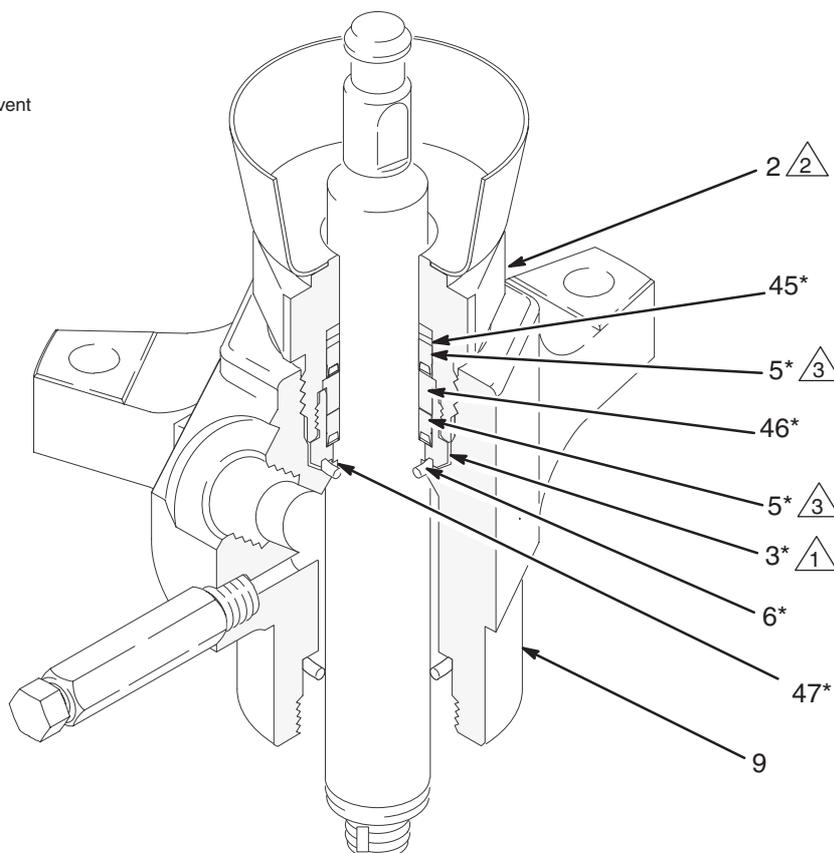

Fig. 3
2. Voir Fig. 3. Dévisser l'écrou (2) en utilisant une clé à tube. Enlever le joint torique (6) et la rondelle (47) du bas du carter de presse-étoupe (3) ou de la section sortie (9).
3. Placer les méplats de l'écrou de presse-étoupe dans un étau (2). Dévisser le carter de presse-étoupe (3) et le mettre au rebut ainsi que les joints. Sortir la rondelle (46), le joint (5) et la rondelle d'appui (45) de l'écrou du presse-étoupe.
4. Le kit presse-étoupe est préassemblé. Visser le kit sur l'écrou (2) en veillant à ce que la rondelle d'appui (45\*), le joint (5\*) et la rondelle (46\*) soient correctement positionnés en haut du corps de presse étoupe (3\*), avec les lèvres de la garniture orientées vers le bas. Serrer le corps du presse-étoupe (3\*) à 97–106 N.m. Voir Fig. 3.
6. Visser l'écrou de presse-étoupe (2) sur le carter de sortie (9). Serrer à 190–217 N.m.
- △2 Joints de presse-étoupe (voir Fig. 3).